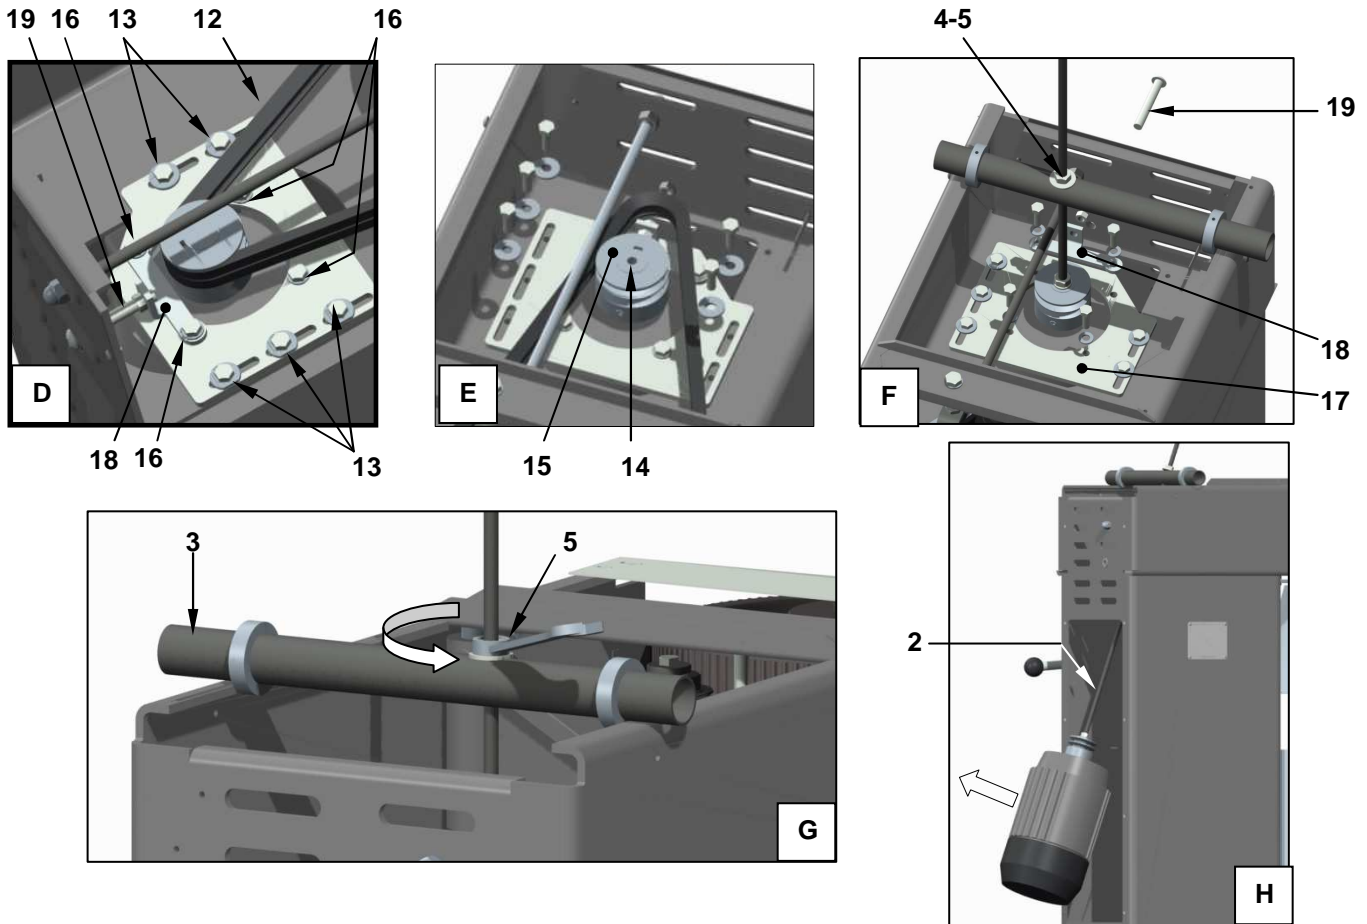

Рисунок 20 – Демонтаж/установка двигателя насадки (PL30 - PL40 - PL60)
См Рисунок 20, замена двигателя рис.1 подготовить, доступный в продаже, необходимый материал:
- d) установить диски рис.20 на трубку таким образом, чтобы их расстояние было меньше верхнего отверстия головки двигателя;
- e) изъять рифлёный кронштейн рис.2, вставить его в сквозное отверстие трубки рис.3, вставить прокладку рис.4 и зажать гайку рис.5; кронштейн должен находиться между двумя дисками рис.20; с противоположной стороны закрутить вторую гайку рис.6;
- f) закрутить рифлёный кронштейн со стороны гайки рис.6, в резьбовое отверстие рис.14 вала двигателя, накладывая вторую прокладку (такую же, как на рис.4); диски рис.20 должны оставаться во внутренней части головки двигателя;
- g) передвинуть гайку рис.6 и прокладку к ней к верхней точке шкива рис.15; приложить трубку рис.3 к тыльной стороне головки двигателя, переместить диски рис.20 и переместить их приблизительно на 2 мм от пластин, согнутых к внутренней части головки двигателя; обозначить позицию дисков на трубке; извлечь рифлёный кронштейн и заблокировать каждый диск на трубке с помощью эластичного штепселя диаметром 4 мм рис. 21 (осуществить сквозное радиальное отверстие в центре толщины каждого диска трубы на предварительно обозначенной позиции). Если диски стальные, возможно зафиксировать их на трубе с помощью пайки.
Начало Рисунок 20 - Демонтаж/установка двигателя, приводящего в движение насадки
Посмотрите Рисунок 20, для установки двигателя (после перемещения шкива) необходимо: